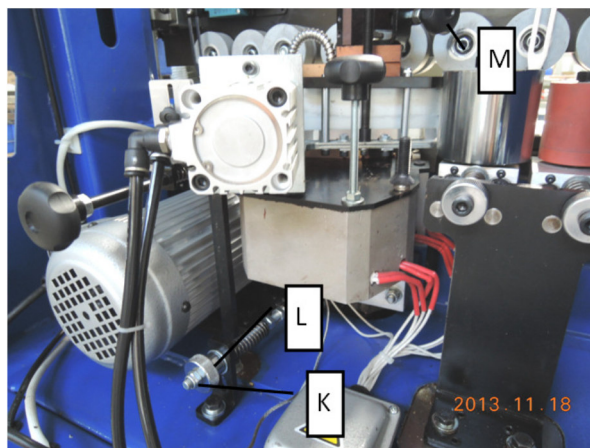
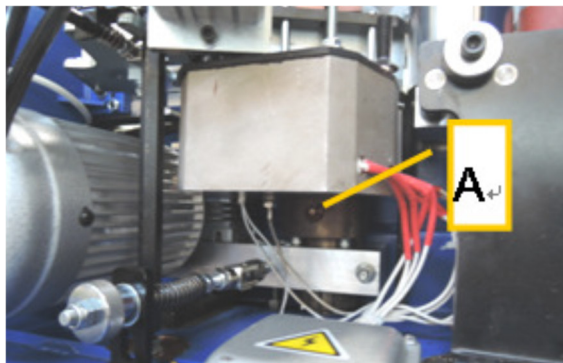

Рис. 5.3.1
Рис. 5.3.2
- Ручка L используется для перемещения клеевой ванны вперед-назад. Она затянута на заводе, чтобы избежать повреждений при транспортировке. Для использования механизма полностью ослабьте ручку, пока не достигните гайки **К** (Рис. 5.3.1).
Гайка К отрегулирована на заводе и менять её положение ЗАПРЕЩАЕТСЯ (Рис. 5.3.1).
5.3.1 Регулировка количества наносимого клея (Рис. 5.3.1)
5.3.2 Настройка температуры клея (Рис. 5.3.2)
Каждые 30 рабочих часов необходимо смазывать распределитель клея с помощью шприца для смазки (поставляется со станком) (Рис. 5.3.1), вставляя наконечник в отверстие А (Рис. 5.3.2).